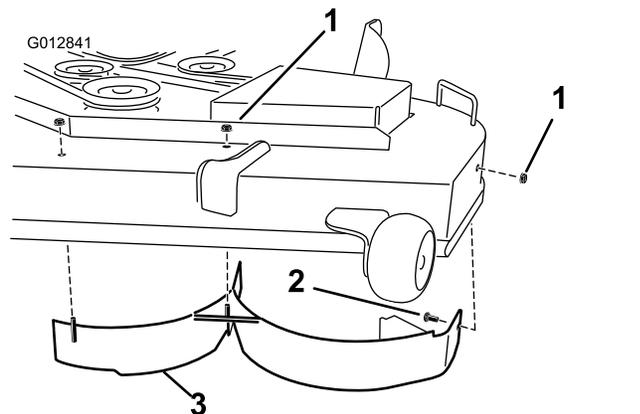

Bild 13
- **122-cm-Mähwerke:** Montieren Sie das linke Ablenklech mit drei Muttern (5/16") und einer Schlossschraube (5/16" x 3/4"), wie in Bild 13 abgebildet.